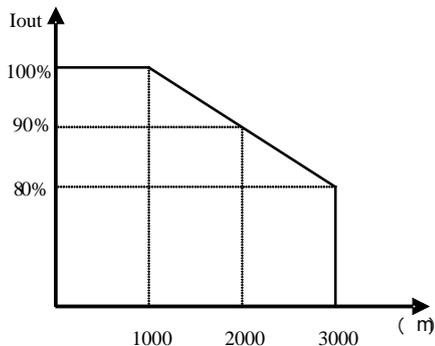

Figura 1-7 Riduzione della corrente di uscita dell'inverter rispetto all'altitudine.
- Se l'inverter viene installato ad altitudini elevate, superiori a 1.000 m, è necessario prendere in considerazione la riduzione della potenza, perché l'effetto di raffreddamento dell'inverter è ridotto a causa dell'aria rarefatta, come indicato nella Figura 1-7, che mostra la relazione tra l'altitudine e la corrente nominale dell'inverter.